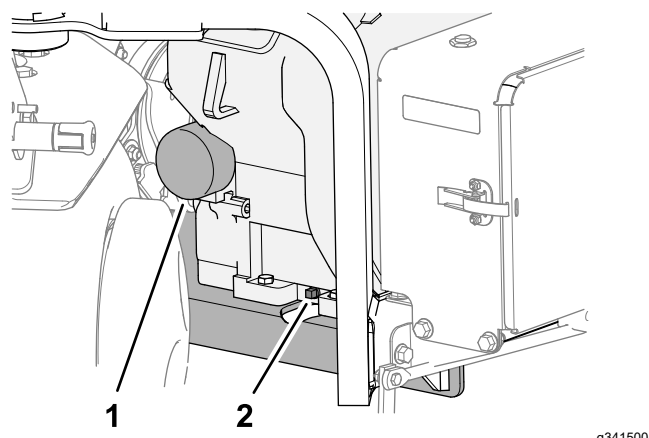

Figura 161
3. Aezai o tavă sub buonul de golire a uleiului i scoatei buonul (Figura 161).
1. Aezai o tavă de golire sub filtru i îndepărtai filtrul (Figura 161).
6. Introduceți filtrul de ulei pe adaptorul filtrului până când garnitura intră în contact cu adaptorul filtrului (Figura 161), apoi strângeți filtrul cu încă o ½ de tură.